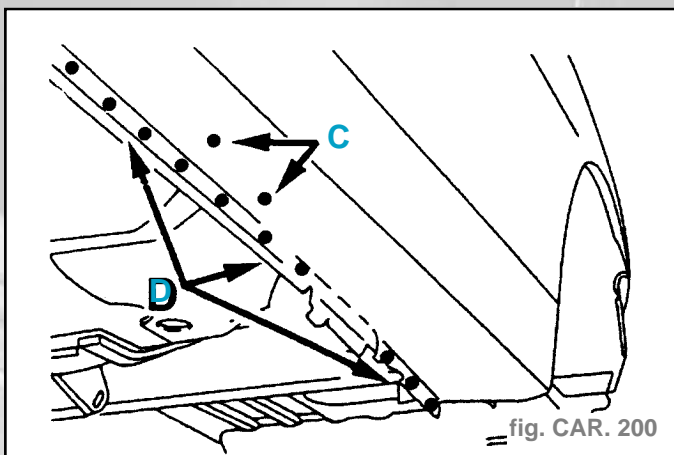

fig. CAR. 200
- Souder par points bouchons au MIG (suivant C) (fig. CAR. 200).